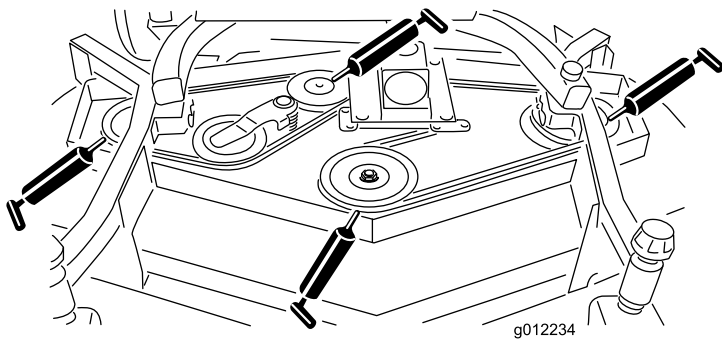

図 16
- ・ スピンドルのシャフトのベアリング（3ヶ所）（プーリの下）（図 16）
- ・ アイドラ・アームのシャフトのベアリング (図 16)